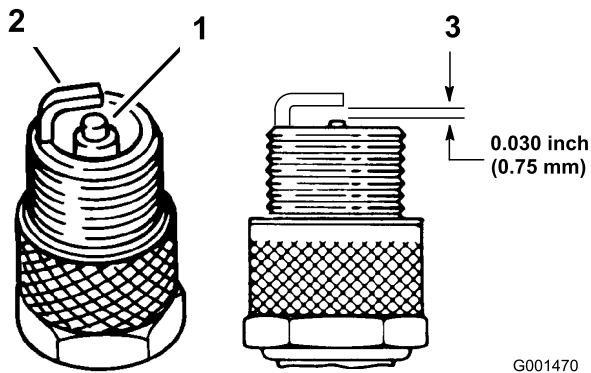

Figura 30
3. Compruebe el estado del electrodo lateral, el electrodo central y el aislamiento del electrodo central para verificar que no están dañados (Figura 30).
4. Ajuste la distancia entre los electrodos central y lateral a 0,76 mm (Figura 30). Tras ajustar correctamente los electrodos, coloque la bujía y apriétela a 20 Nm.